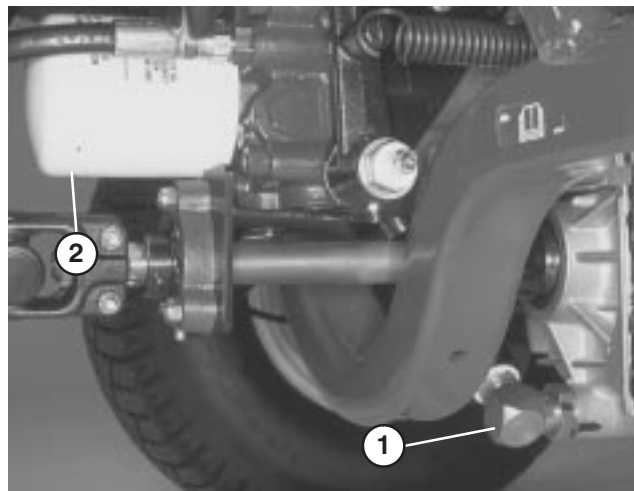

Figure 67
2. Nettoyez la surface autour de la conduite d'aspiration au bas de la transmission (Fig. 67). Placez un bac de vidange sous la conduite.
2. Nettoyez la zone autour de la surface de montage du filtre (Fig. 67). Placez un bac de vidange sous le filtre et déposez le filtre.